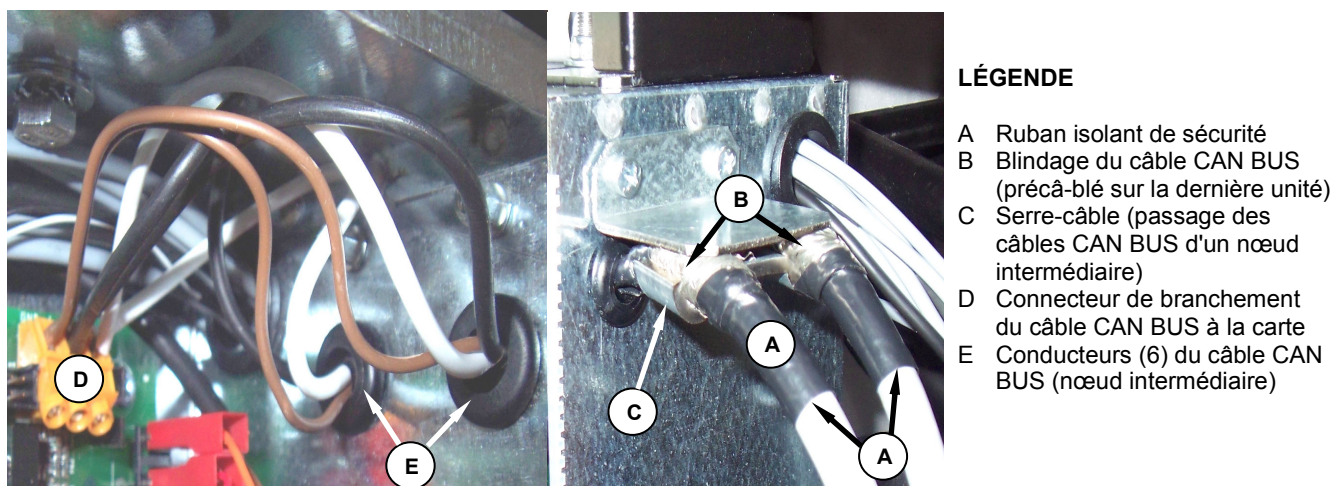

Figure 23 – Exemple de branchement d'un seul câble BUS CAN à la carte (l'ACF est un nœud terminal)
4. Si le câble utilisé a un diamètre trop petit pour être bloqué dans le support de faisceau de câbles (détail C de la Figure 23, page 60), augmenter son volume en entourant la gaine de ruban isolant près du morceau dénudé (diamètre indicatif à atteindre: 12-13 mm).
5. Retourner le blindage sur la gaine ; appliquer du ruban isolant sur l'extrémité du blindage retourné (détail A de la Figure 23, page 60).